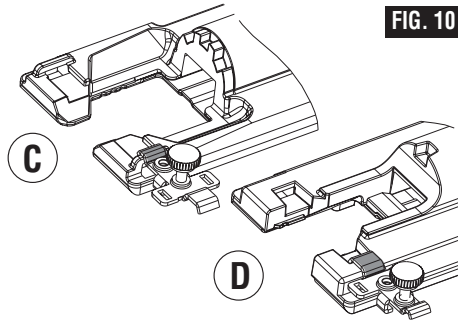

FIG. 10
Un extremo de la abrazadera se utiliza para sujetar la barra de la guía a las sierras caladoras que tienen partes superiores estrechas en sus ranuras de montaje de la placa-base (C) y el otro extremo se utiliza para sujetar la barra de la guía a las sierras caladoras que tienen partes superiores anchas en sus ranuras de montaje de la placa base (D) (Fig. 10).